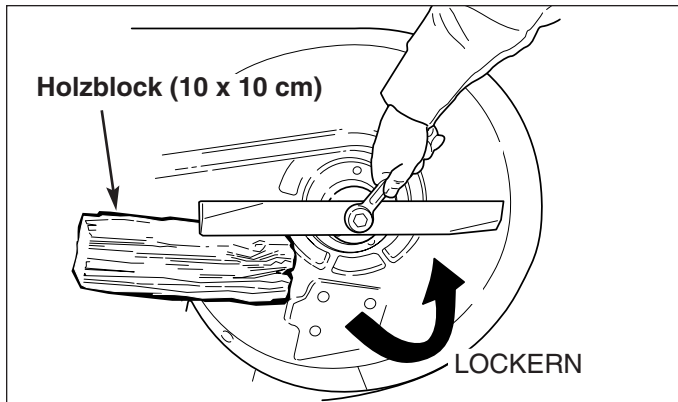

Abb. 24. Demontage des Messers
3. Um das Messer zu entfernen, Messer während der Demontage der Messerhalterungs-Kopfschrauben mit Holzblock halten (Abb. 24).